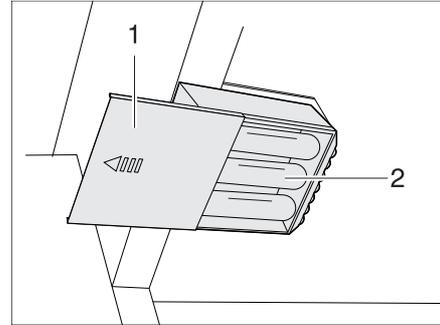

Bild 277 Kleiderschrankleuchte mit LED, Batteriefach geöffnet
- Die Batterien (Bild 277,2) dem Batteriehalter entnehmen.
- Neue Batterien (Bild 277,2) gleichen Typs polrichtig (+/-) einsetzen.
- Deckel (Bild 277,1) wieder aufschieben.